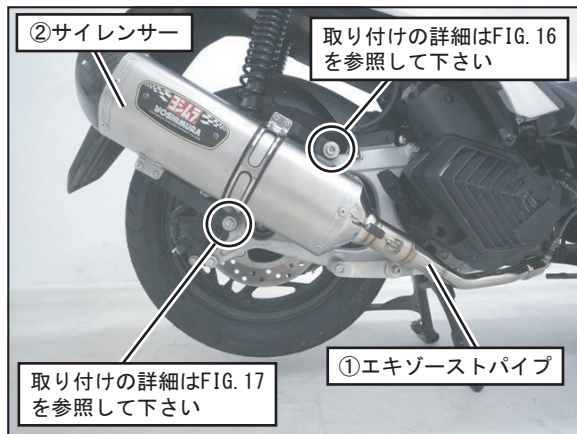

FIG. 15
11. 車両に⑪キャップボルトM10×50P1.25を使用して⑥サイレンサーステー#1を仮締めして下さい。次に、車両に⑩キャップボルトM10×35P1.25、⑭平ワッシャM10×22を使用して⑦サイレンサーステー#2を仮締めして下さい。(FIG. 15, 16, 17 参照)